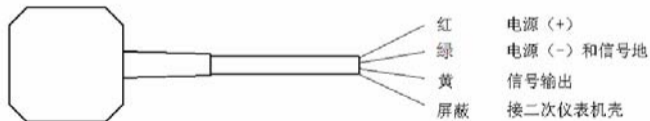

图1
1. 单轴向 LC0701-2 (-5)、LC0702、LC0703、LC0704 接线如图 1：